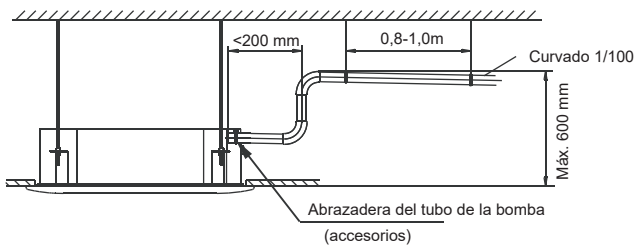

Fig. 6-2
7) Si la salida del tubo de desagüe resulta más alta con respecto al tubo de conexión de bombeo del cuerpo principal, el tubo de desagüe deberá disponerse verticalmente hacia arriba, usando un ensamble de conexión de la salida del agua para el curvado vertical, y la altura del tubo de desagüe deberá quedar a una distancia de la superficie de la bandeja de desescarche de no más de 1000 mm (cassette de cuatro vías) o de 600 mm (cassette delgado de cuatro vías); de lo contrario, se producirá un retroflujo excesivo durante el apagado lo que conlleva desbordamientos (véase la fig. 6-2).